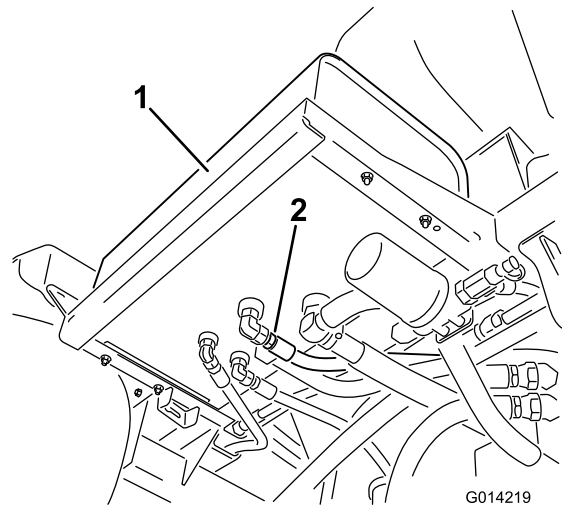

图63
2. 清洁液压油箱底部的一个液压软管接头周围的区域（图63）。
4. 从油箱上拆下软管接头、将油排放到盘中（图63）。